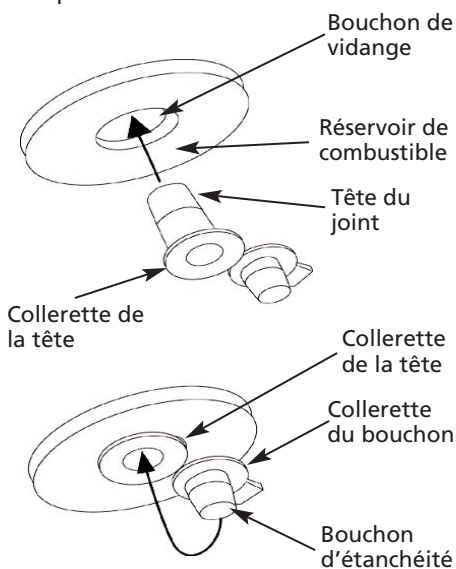

Figure 13 – Réinstallation du bouchon de vidange
- Insérer la tête du joint du bouchon dans le trou de vidange pour que la collerette soit à égalité avec le fond du réservoir. Voir la Figure 13.
- Insérer le bouchon d'étanchéité complètement dans le trou pour que la collerette du bouchon soit à égalité avec la collerette de la tête. Voir la Figure 13.